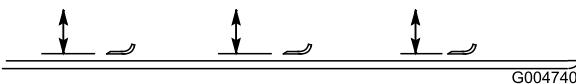

Figure 81
2. Tournez la lame dans le sens longitudinal (Figure 81). Mesurez la distance entre l'intérieur du plateau de coupe et le tranchant à l'avant de la lame. Notez cette valeur.